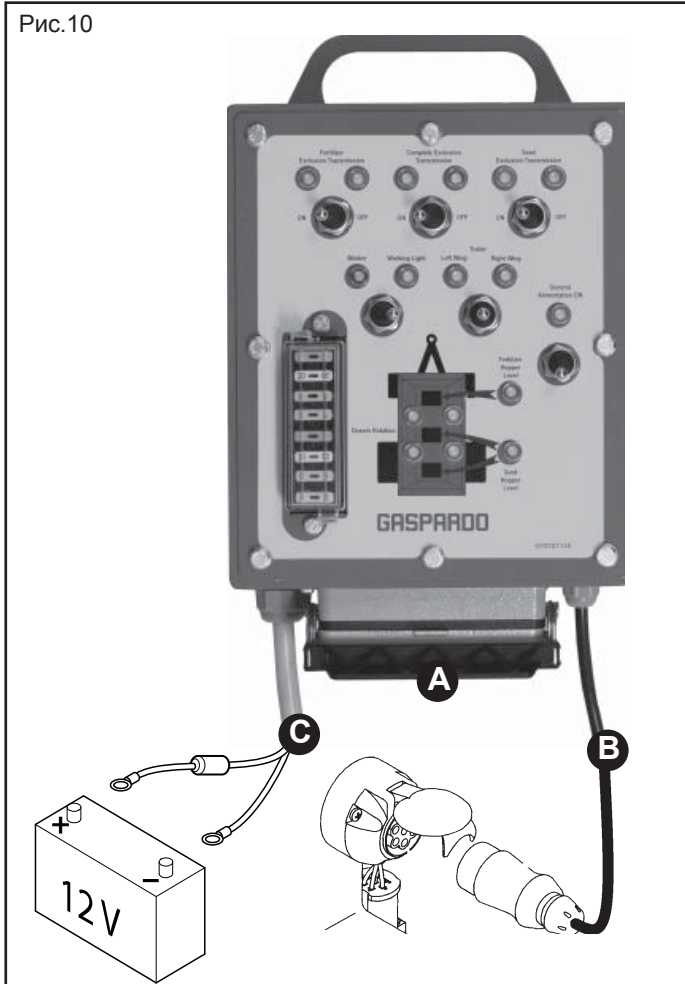

Рис.10
Сзади сеялки, используя предохранительные штифты (2, Рис. 10), прицепить AIR CART к тяговому устройству, соединить трубы по переносу семян (3), электроустановку (4) и гидродинамическую установку (5).